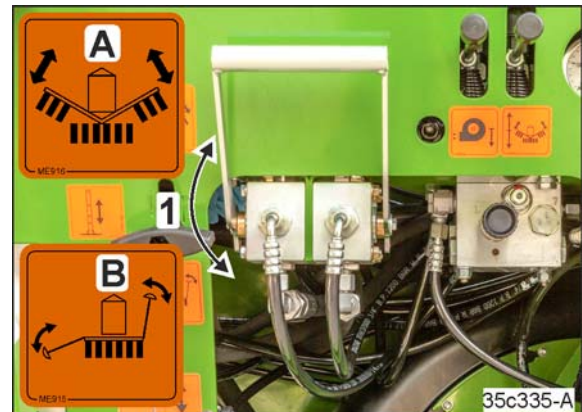

Fig. 223
1. In Verbindung mit Spuranreißern den Venttilhebel (Fig. 223/1) in Position „A“ stellen.
1. Ventilhebel (Fig. 223/1) in Position „B“ stellen.